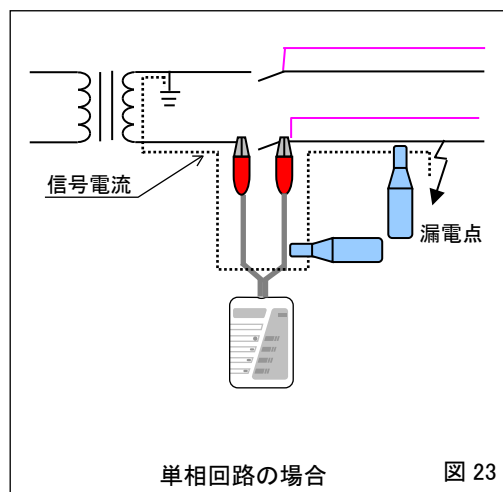
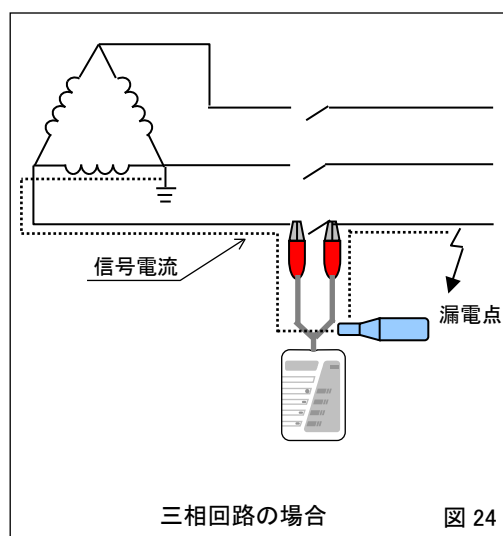

図 23
図 24
- (1) 漏電ブレーカまたはブレーカを【切】にします。
- (2) 図 23、図 24 のように送信器を漏電ブレーカの各相に接続し、動作表示 LED が点滅する相を探し接続します。
- 図 23、24 において、送信器接続点よりも電源側にトリップしていない漏電ブレーカがある場合は漏電ブレーカがトリップ、漏電リレー(設定値 200mA 以下)がある場合は警報を出力する場合があります。